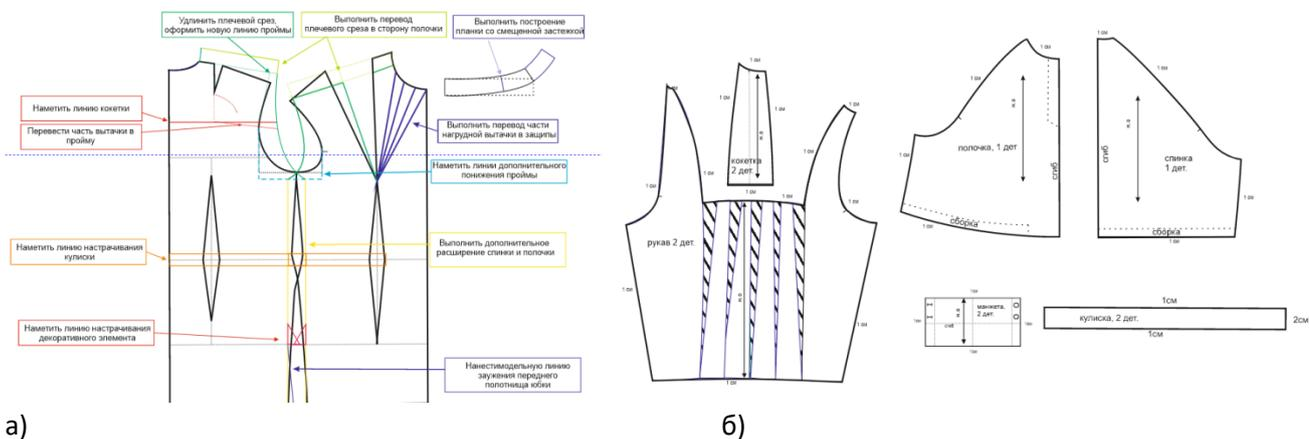

Рисунок 1 – Пример оформления листа задания: а) нанесение линий и необходимых надписей для моделирования чертежа основы, б) результат моделирования
2. Используя графический редактор для конструирования и моделирования швейных изделий, в соответствии с эскизом и описанием, нанесите новые фасонные линии на копию базового чертежа конструкции блузы на размер 42-44, соблюдая пропорции. Нанесите необходимые комментарии *по аналогии с ручным моделированием* (к примеру: закрыть вытачку) на изображения копии базового чертежа и представьте этот лист членам жюри в виде скриншота экрана и файла, сохраненного в указанную папку (рис. 1а).
3. Выполните копии основных деталей на листе и построение дополнительных деталей кроя, проведите моделирование, при необходимости оформите новые линии деталей, результаты представьте жюри в виде скриншота экрана и файла, сохраненного в указанную папку (рис. 1б).